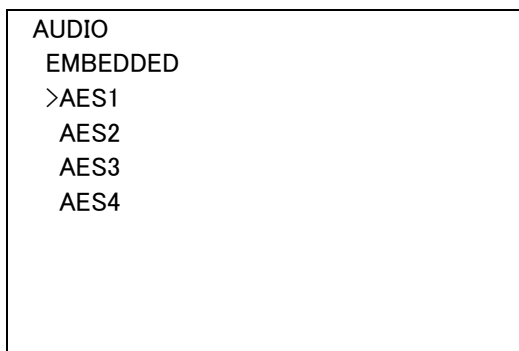

図4-19 オンスクリーンメニュー(EMBEDDED例)
- 1) オーディオメニューで「EMBEDDED」を選択し、**ENTER** ボタンを押すと図4-19のような設定メニューが表示されます。